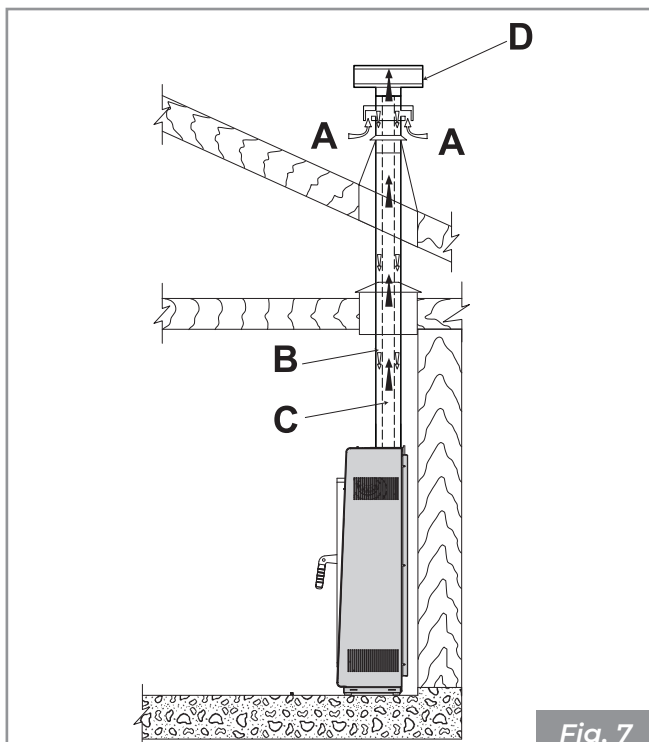
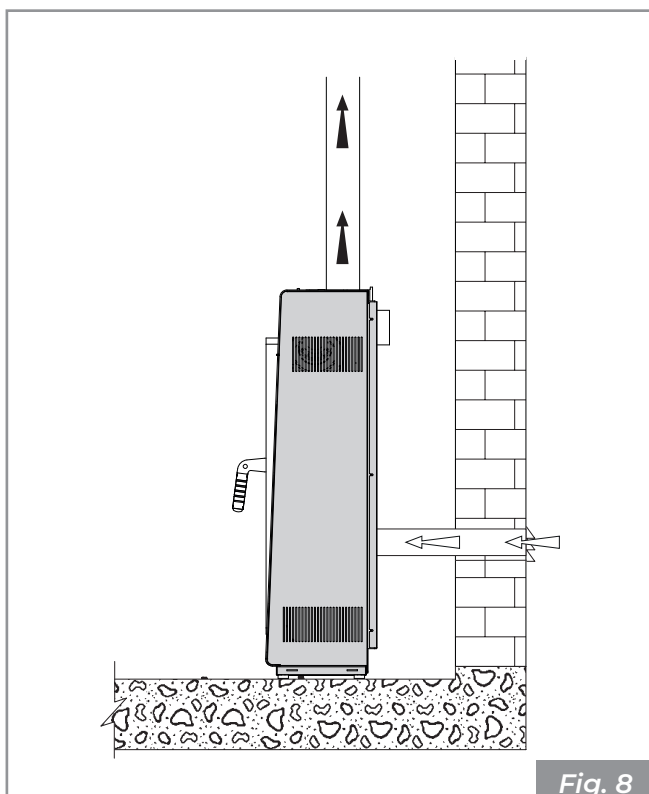

Fig. 7
Fig. 8
- provenir directement de l'extérieur avec un branchement direct à la chambre de combustion (**Fig. 7 - Fig. 8**).
- canaliser l'air de combustion en utilisant un tube d'échappement coaxial pour l'expulsion de la fumée et le prélèvement de l'air (**Fig. 7** - **A, B** = Entrée air, **C, D** = Sortie fumée) ; par conséquent, il n'est pas nécessaire de réaliser une prise d'air classique dans la pièce ;
- brancher l'arrivée de l'air de combustion de l'appareil à la prise d'air à l'aide d'un conduit (**Fig. 8**).